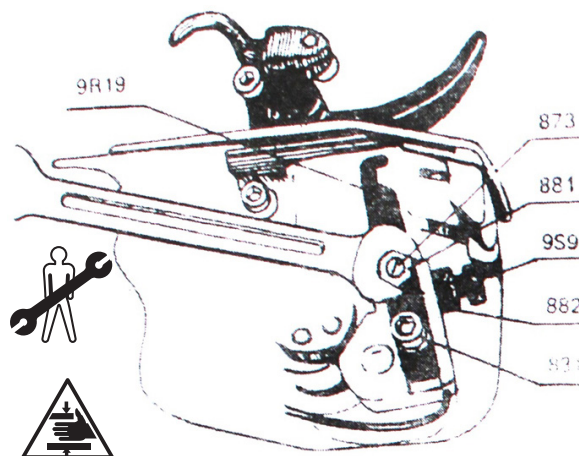

Fig.7
4.6. AJUSTAREA POZIȚIILOR ACULUI ȘI CROȘETEI (Fig.7)